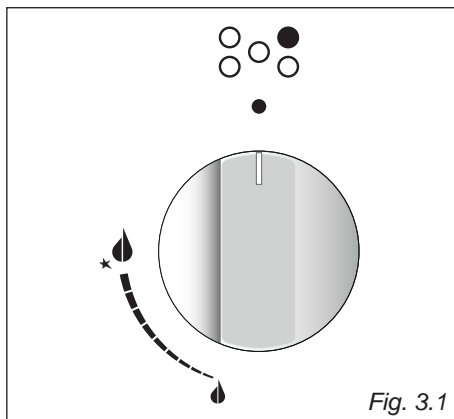

Fig. 3.1
(se Fig. 3.1).
1. Tryck in vredet och vrid det åt vänster (Fig. 3.2) till symbolen för den största lågan  (Fig. 3.1). Håll knappen tills lågan tänds. Om lågan inte tänds prova med en tändsticka.